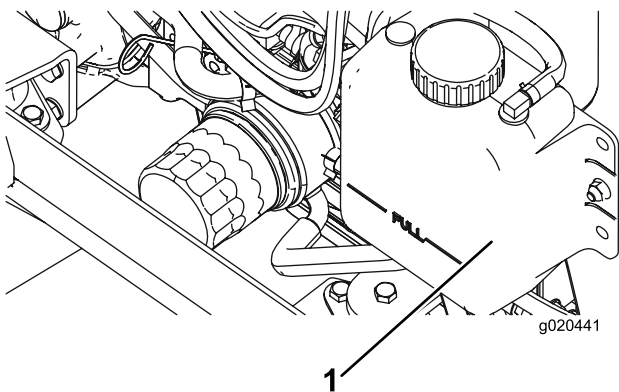

Figura 95
1. Retire cuidadosamente el tapón del radiador y el tapón del depósito de expansión (Figura 95).